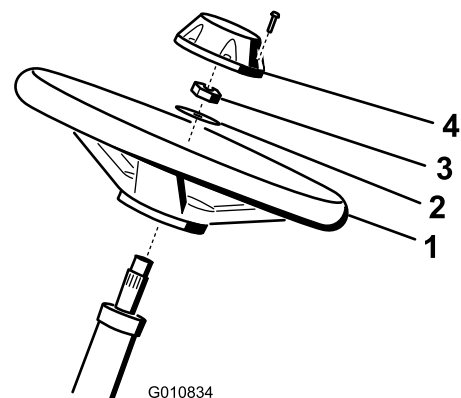

Figure 3
- Glissez le volant sur l'arbre de direction (Figure 3).
- Glissez la rondelle sur l'arbre de direction (Figure 3).
3. Fixez le volant sur l'arbre avec un écrou de blocage serré à un couple de 27 à 35 Nm (Figure 3).
4. Fixez le couvre-moyeu au volant avec une vis (Figure 3).